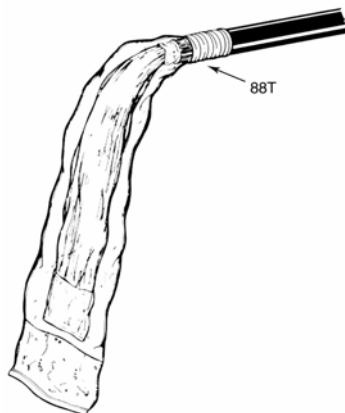

Рис. 3.4. Обматывание конца рукава на оболочке кабеля виниловой изоляцией 88Т.
3.2.6. Сдавливанием рукава, по возможности, выпустить из него воздух. Конец рукава плотно обмотать на оболочке кабеля несколькими слоями виниловой изоляции 88Т. (рис. 3.4).